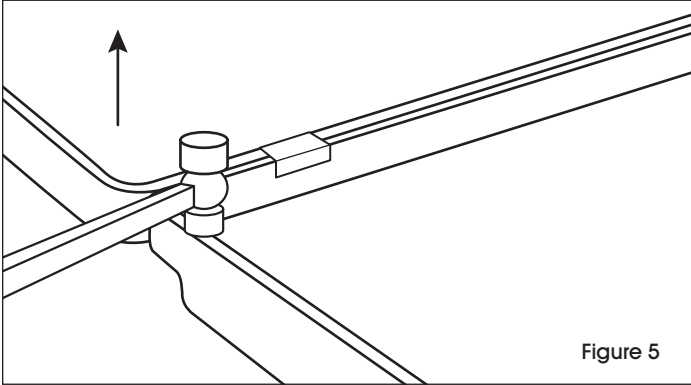

Figure 5
1. While lifting one workstation slightly off the ground, gently tap on the top edge of the other attached workstation with a plastic or rubber mallet. (See Figure 5)
1. Tout en soulevant légèrement une station de travail, tapotez délicatement sur le rebord supérieur de l'autre station de travail reliée à l'aide d'un maillet en plastique ou en caoutchouc. (Voir Figure 5)